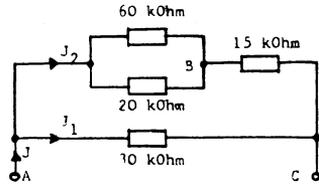

Fig. 38
38. An die Klemmen A und C der Widerstandskombination nach Fig.38 wird eine Spannung von 200 V angelegt. Berechne: a) Den Kombinationswiderstand R_{AB} zwischen A und B. b) Den Kombinationswiderstand R_{AC} zwischen A und C. c) Die Ströme I_1 , I_2 und I .